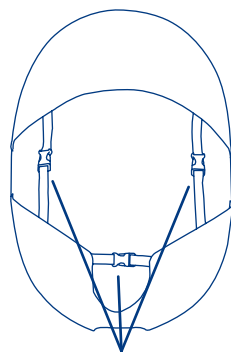

Fig. 8
- 8) • Unbuckle the three straps on the back of the seat pad. (Fig. 8)
- Desabroche las tres correas de la parte trasera de la almohadilla del asiento. (Fig. 8)
- Débouchez les trois sangles au dos du coussin de siège. (Fig. 8)